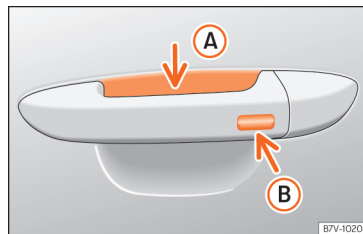

Abb. 142 Türgriff: Sensorflächen.
» **Abb. 142 (B)** am Türgriff, damit das Dach geschlossen wird. Wenn Sie die Sensorfläche nicht mehr berühren, wird die Schließfunktion unterbrochen.